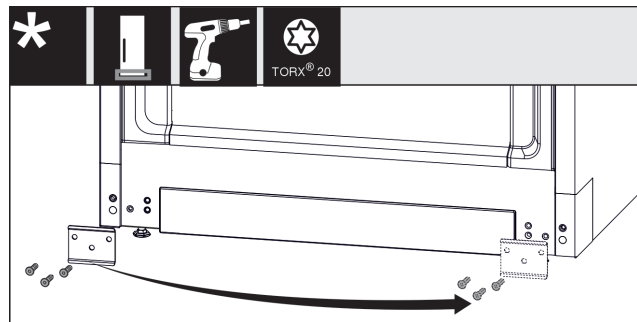

Fig. 15
- Dévisser la tôle Fig. 15 (1), la déplacer et la revisser de l'autre côté.